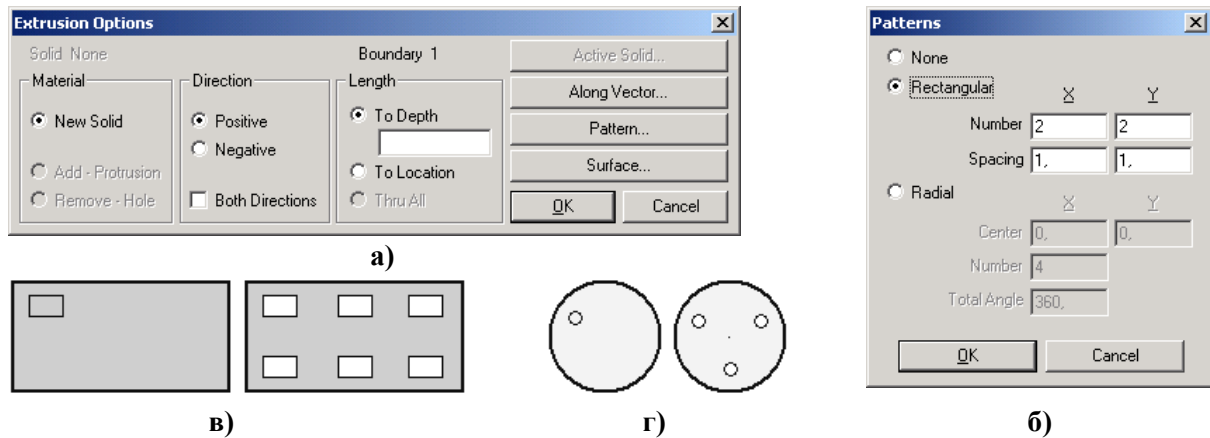

Рис.2.14. Діалогові панелі: а) – для витискування „твердого” тіла; б) – шаблони; та результати дії шаблону: в) – Rectangular; г) – Radial
- витискуванням (**Extrude...**). З’являється діалогова панель „**Extrusion Options**” (див. рис.2.14-а). На ній обирається поверхня (конструкційна – кнопкою **Boundary...** або звичайна – кнопкою **Surface**; але завжди автоматично обирається та конструкційна поверхня, що обиралася останньою). У секції „**Material**” вказується, що робити з матеріалом „твердого” тіла: це буде нове тіло (**New Solid**) або він буде доданий до існуючого (**Add – Protrusion**) або навпаки – це буде видалення матеріалу (**Remove – Hole**). У секції „**Direction**” вказується напрям (на робочому полі з’являється зображення вектора): позитивний, негативний або у обидва боки (**Both Directions**). У секції „**Length**” вказується довжина витискування. Якщо витискування – у напрямку нормалі до поверхні, то досить у вікні „**To Depth**” вказати значення. Якщо „під нахилом”, то спочатку необхідно вказати напрямок (кнопка „**Along Vector**”). Також можна у секції „**Length**” обрати „**To Location**” та дати команду „**OK**”; з’являється діалог, у якому вводиться напрямок та довжина витискування у термінах опису вектора. Опцію „**Try All**” (через все тіло) встановлюють, коли в тілі необхідне створити наскрізний отвір. За допомогою кнопки та діалогу „**Patterns**” (див. рис.2.14-б) можна на основі *однієї* поверхні одночасно створити декілька „твердих” тіл (або отворів), розташованих рядками (**Rectangular**, див. рис.2.14-в): вказується кількість у кожному напрямку (**Number**) та відстань між ними (**Spacing**); або розташованих на окружності (**Radial**, див. рис.2.14-г) з центром (**Center**) та через кут, що дорівнює результату ділення загального кута (**Total Angle**) на кількість (**Number**) таких елементів;